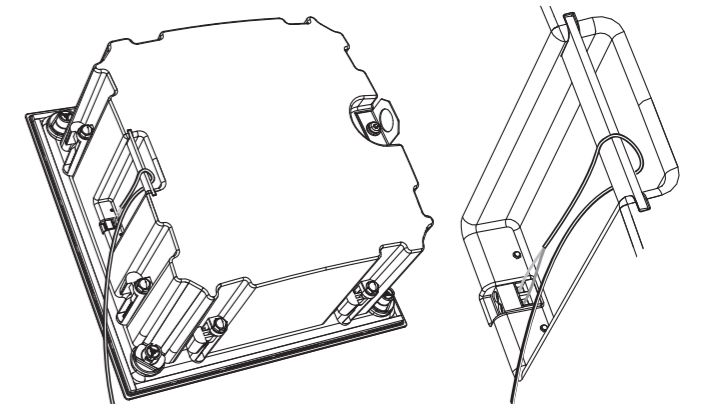

Fig. 15. Wiring the back can
3. 扬声器电缆可以缠绕在后盖上螺丝端子附近的杆上 (图 15)。